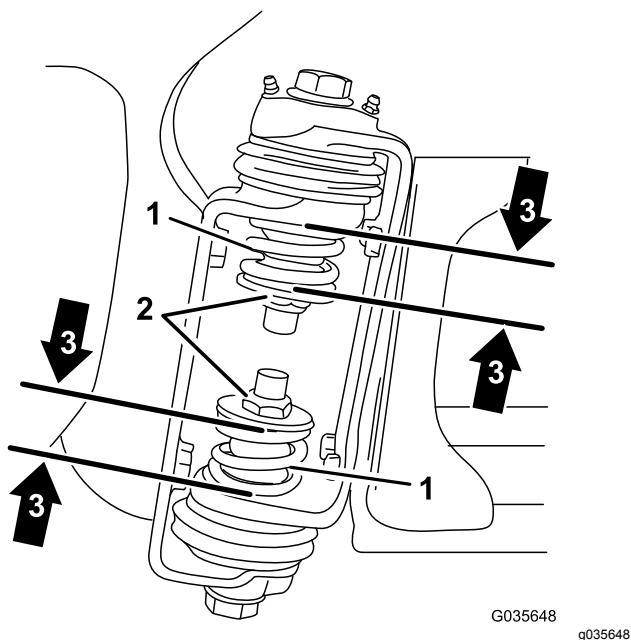

Figura 5
3. Nella cerniera della sezione, misurate la compressione delle molle superiore e inferiore mentre le sezioni sono in posizione prolungata (Figura 5).